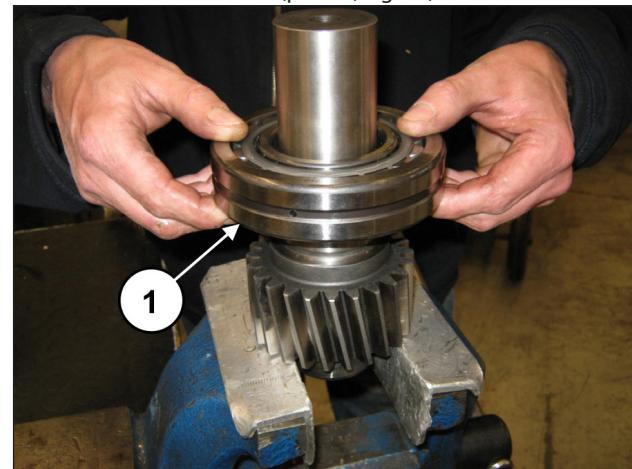
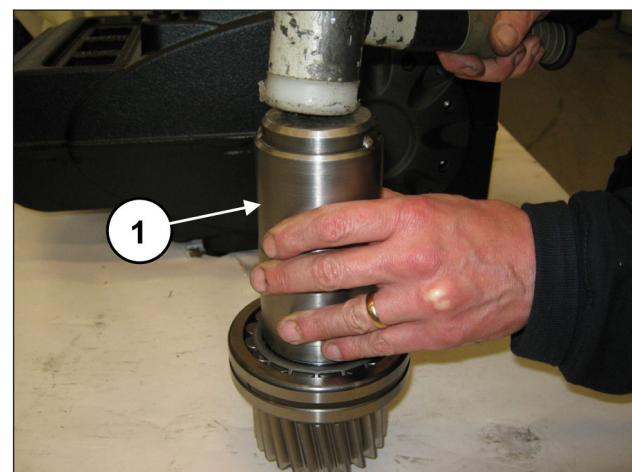

Fig. 83
Fig. 84
Do outro lado do pinhão, pré-monte o mancal 55x120x29 (pos. ①, Fig. 83) posicionando-o até o fundo, usando a ferramenta cód. 27604800 (pos. ①, Fig. 84).